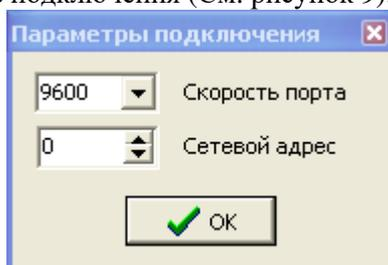

Рисунок 9
- Настройка параметров подключения (См. рисунок 9).